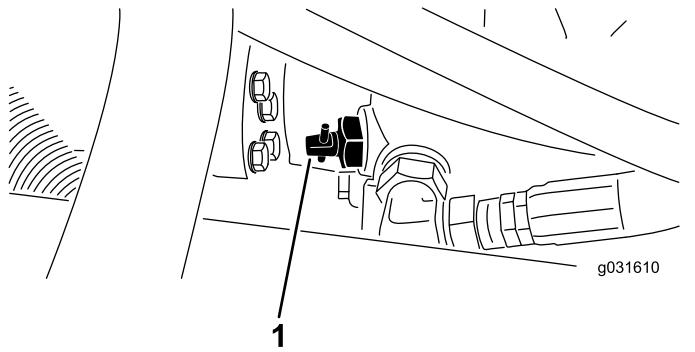

Bild 31
1. Suchen Sie das Sicherheitsventil an der Pumpe (Bild 31) und lösen Sie es durch Drehen um 90° ($\frac{1}{4}$ Umdrehung).